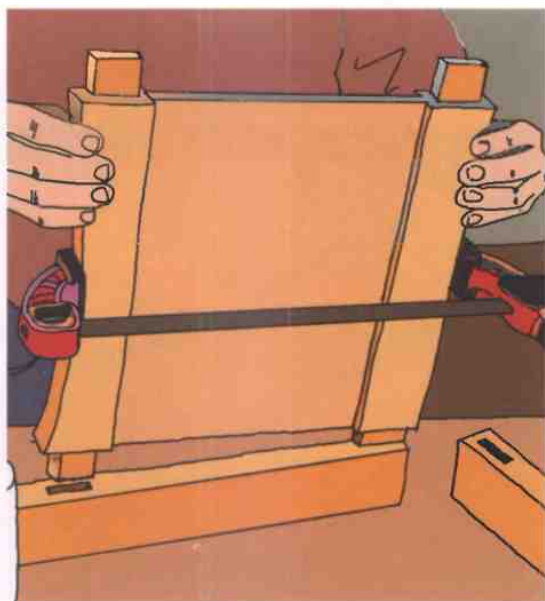

Рис.6.
5. Используя струбцину и шаблон SG1, соедините и склейте вместе две перекладины ножек с самими ножками (Рис. 6). Сделайте шесть таких одинаковых конструкций.